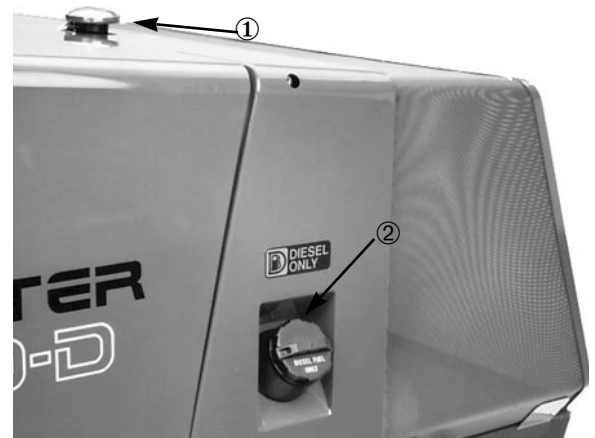

Bild 4
1. Den Kühlerdeckel (Bild 4) abschrauben. Das Kühlmittel muß bis zur Unterseite des Füllstutzens reichen.
1. Den Tankdeckel abschrauben (Bild 4).